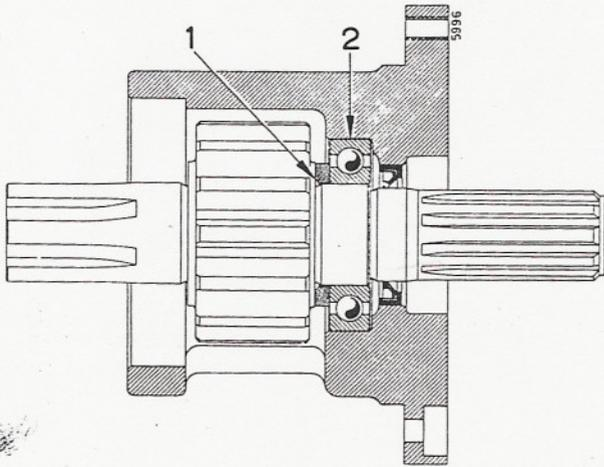

Fig. 443
Sur les tracteurs D-320 et DED-3, le chanfrein (1) de l'entretoise doit être vers le pignon (fig. 443).